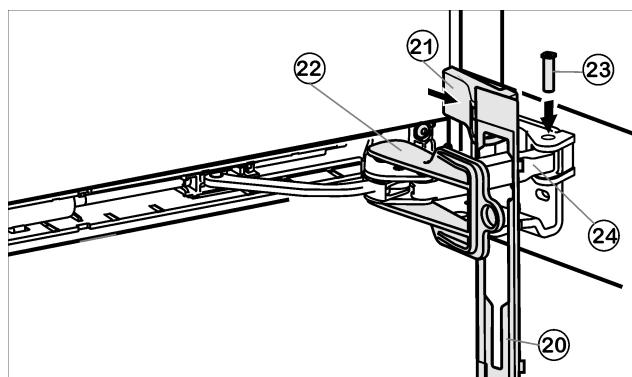

Fig. 16
- Suspenda el panel Fig. 16 (20) en el estribo del amortiguador, de modo que los ganchos de retención estén orientados hacia delante y el lado delantero esté orientado hacia al aparato.
- Acerque el estribo del amortiguador Fig. 16 (24) a la pieza de cojinete e introduzca el perno Fig. 16 (23) desde arriba, de modo que el cuadrado esté en la parte hundida.
- Coloque y encaje la cubierta Fig. 16 (21).
- Retire el seguro Fig. 16 (22) girándolo.
- Encaje el panel Fig. 16 (20) en la puerta.